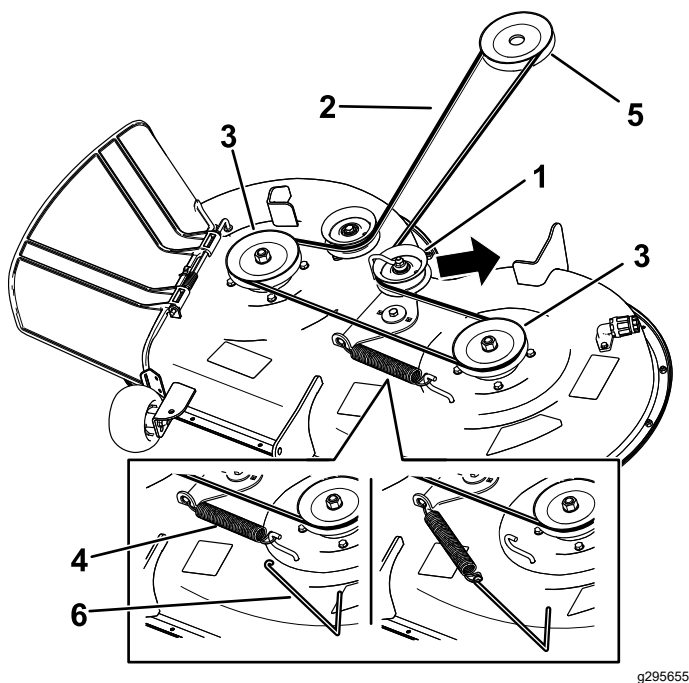

Figura 57
7. Utilizând un instrument de îndepărtare arcuri (nr. piesă Toro 92-5771), îndepărtați arcul rolei de ghidare din cârligul punii pentru a detensiona fulia rolei de ghidare i îndepărtați cureaua de pe fulii (Figura 57).
8. Amplasai cureaua nouă în jurul fuliilor motorului i ale mainii de tuns iarba (Figura 57).
9. Utilizând un instrument de îndepărtare arcuri (nr. piesă Toro 92-5771), montai arcul rolei de ghidare pe cârligul punii i tensionai fulia rolei de ghidare i cureaua mainii de tuns iarba (Figura 57).